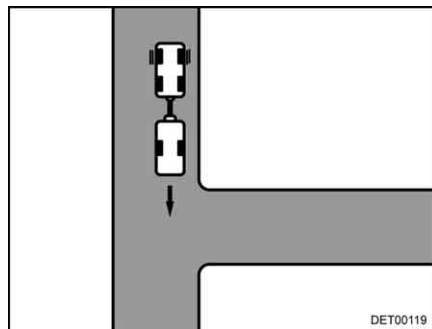

Bild 17 Anfahrt
- So weit an die Einfahrt fahren, bis das Heck des Caravans etwa auf der Höhe der Einfahrt ist (Bild 17).